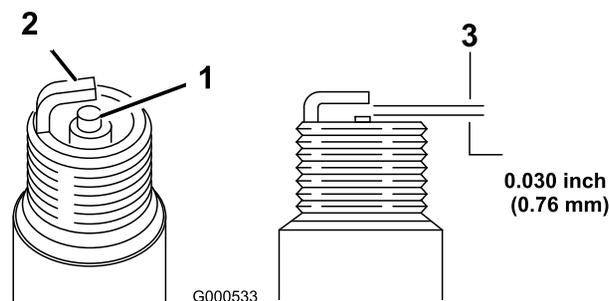

Figura 40
5. Regolate la distanza tra gli elettrodi della candela a 0,76 mm (Figura 40).